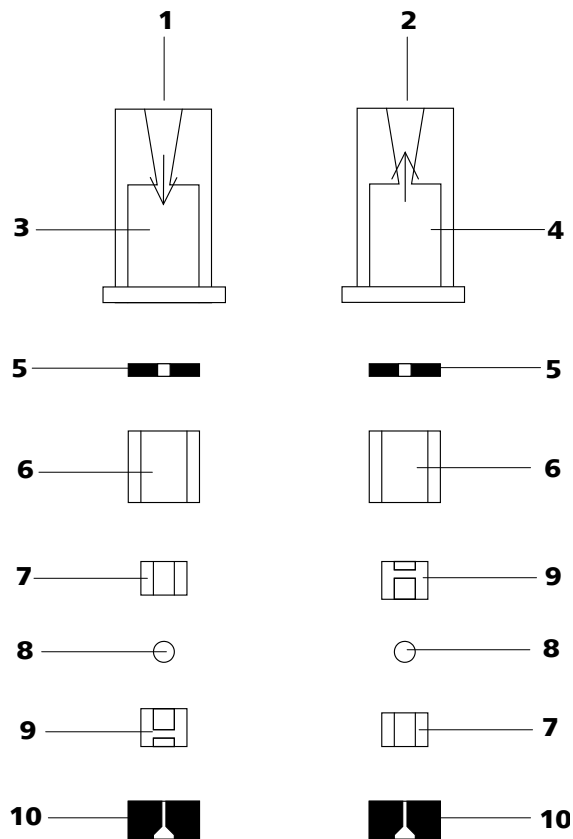

Abbildung 45 Bestandteile von Einlassventil und Auslassventil
- Einlassventil und Auslassventil bestehen aus den gleichen Bestandteilen, die nur unterschiedlich angeordnet sind (siehe Abbildung 45, Seite 84).
Ventilbestandteile *gemäss* Abbildung 45, Seite 84 wieder zusammensetzen.
- Die übrigen Ventilbestandteile in der richtigen Reihenfolge (*siehe Abbildung 45, Seite 84*) aufeinander legen.
Ist dies nicht der Fall, muss das Ventil nochmals zerlegt und richtig zusammengesetzt werden (*siehe Abbildung 45, Seite 84*).